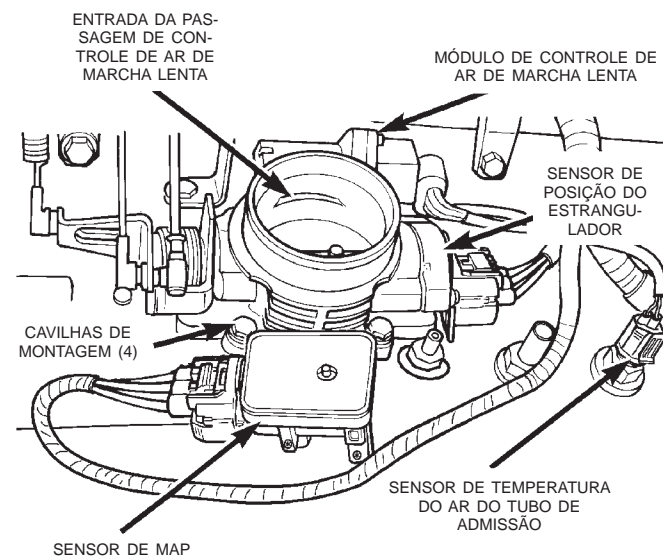
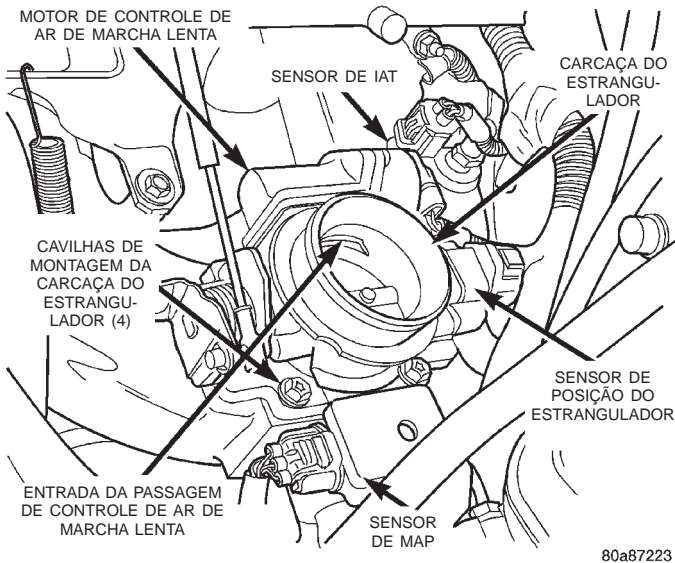
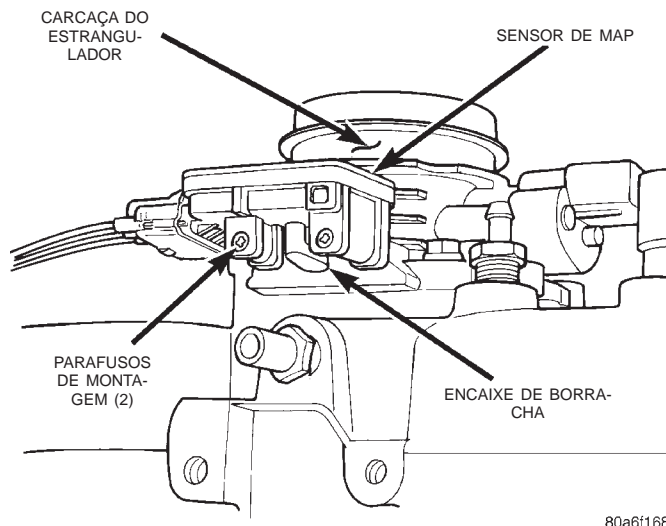

Fig. 41 Localização dos Sensores e da Carcaça do Estrangulador—Motor 4.0L
Fig. 42 Localização dos Sensores e da Carcaça do Estrangulador—Motor 2.5L
Fig. 46 Montagem do Sensor de MAP
- (1) Retire o tubo do filtro de ar da carcaça do estrangulador.
- (2) Desligue os conectores elétricos da carcaça do estrangulador no sensor de MAP, no motor de IAC e no TPS (Fig. 41) ou (Fig. 42).
O TPS está instalado na carcaça do estrangulador (Fig. 41) ou (Fig. 42).
O motor de IAC está localizado no lado da carcaça do estrangulador (Fig. 41) ou (Fig. 42).
O sensor de MAP está instalado ao lado da carcaça do estrangulador (Fig. 41) ou (Fig. 42). Um encaixe de borracha em "L" é utilizado para conectar o sensor de MAP à carcaça do estrangulador (Fig. 46).
- (1) Retire o tubo de admissão do filtro de ar da carcaça do estrangulador.
- (2) Retire as duas cavilhas (parafusos) de montagem do sensor de MAP (Fig. 46).
- (3) Enquanto retira o sensor de MAP, deslize o encaixe de borracha em "L" (Fig. 46) da carcaça do estrangulador.
- (4) Retire o encaixe de borracha em "L" do sensor de MAP.